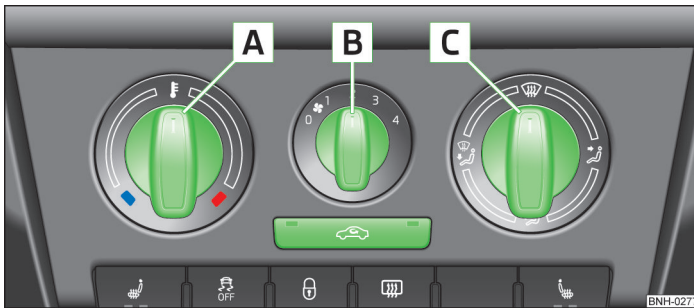

Abb. 78 Heizung: Bedienungselemente
**Funktionen der einzelnen Bedienungselemente » Abb. 78.**
Die Bedienungselemente **A** und **C** » Abb. 78 können auf jede beliebige Zwischenstellung eingestellt werden.
Durch Drehen des Luftverteilungsreglers **C** » Abb. 78 auf Seite 79 in die Position  wird der Umluftbetrieb automatisch ausgeschaltet. Durch wiederholtes Drücken der Symboltaste  kann auch in dieser Stellung der Umluftbetrieb wieder eingeschaltet werden.